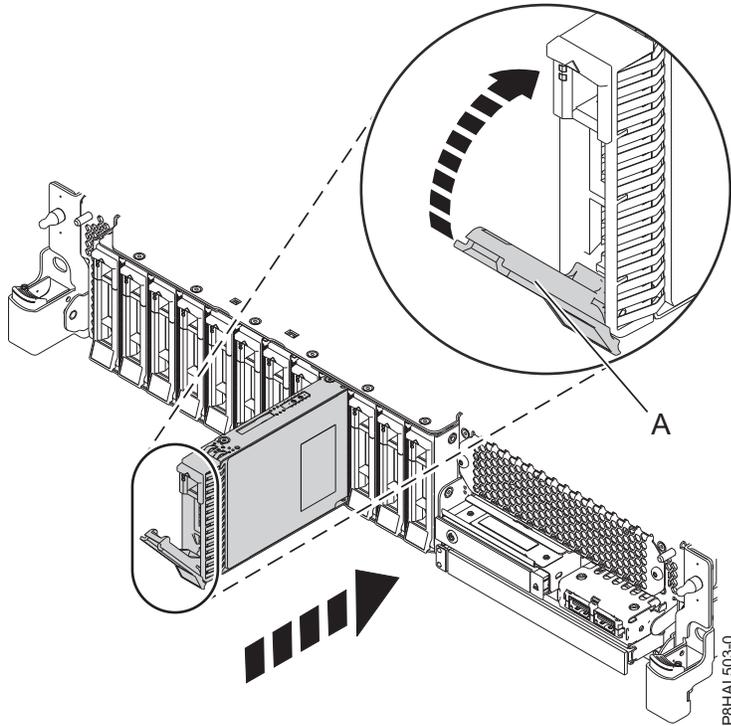
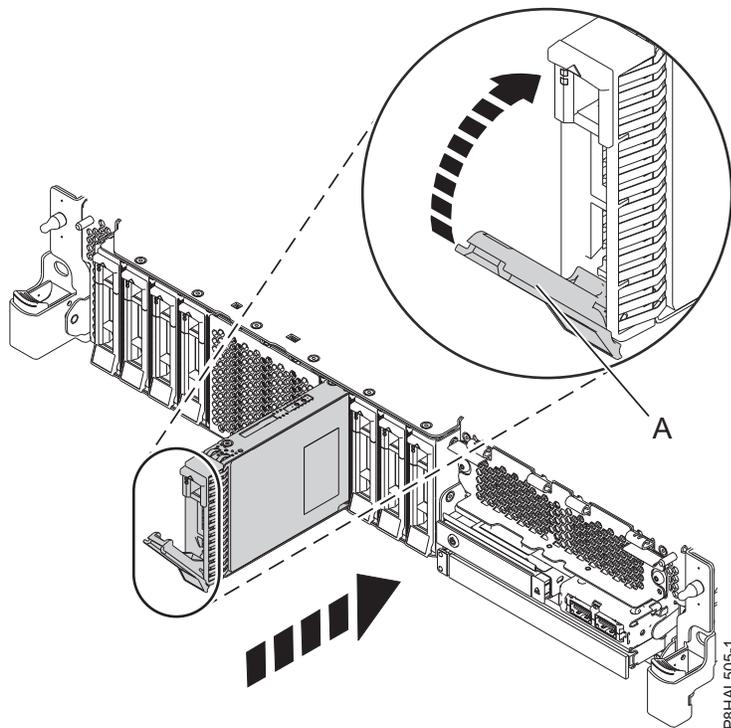

Abbildung 13. Plattenlaufwerk in einem System mit Basisfunktionen installieren
Abbildung 14. Plattenlaufwerk in einem System mit erweiterten Funktionen installieren
4. Entriegeln Sie den Griff (A) des Laufwerks, indem Sie ihn zusammendrücken und zu sich hin nach außen ziehen. Wird der Griff nicht ganz nach außen gezogen, lässt sich das Laufwerk nicht in das System einschieben. Siehe Abb. 13 auf Seite 19 und Abb. 14 auf Seite 19.
8. Wenn die Kennzeichnungs-LED leuchtet, ohne zu blinken, schieben Sie das Laufwerk ganz in das System ein und drücken den Griff des Laufwerks (A) ein, bis er einrastet (siehe folgende Abbildung). Abb. 13 auf Seite 19 und Abb. 14 auf Seite 19.